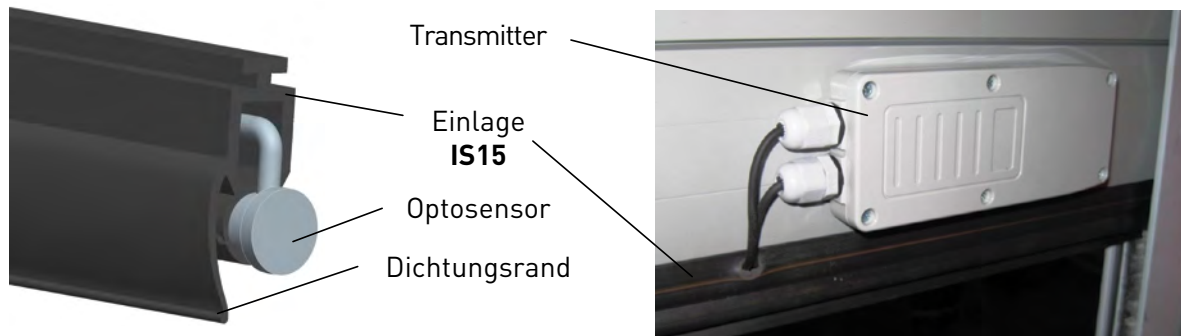

Abb. 4.1 Installation der Optosensoren und des Transmitters
2. **IS15**-Einlage in die Nut der Schlussleiste einstecken. Der Dichtungsrand der Einlage soll dabei nach außen gerichtet sein (Abb. 4.1).
3. Transmitter an der Schlussleiste von der Antriebsseite anbringen, dabei den Abstand von 100 bis 150 mm vom Führungsschienen-Rand bis zum Transmitter-Gehäuse einhalten. Die Steckverbinder für den Anschluss der Verbindungskabel sollen zum Rolltorpanzer-Zentrum gerichtet sein (Abb. 4.1).
4. Empfänger (Rx) und Transmitter (Tx) aus dem Set der Optosensoren **SIGNAL12** in die runden Löcher der **IS15**-Einlage einstecken, Kabel dabei im rechteckigen Loch der **IS15**-Einlage anordnen (Abb. 4.1). Transmitter (Tx) von der Antriebsseite anbringen. Verbindungskabel der Optosensoren an der Stelle der Empfänger-Installation laut Abb. 4.1 ausführen.